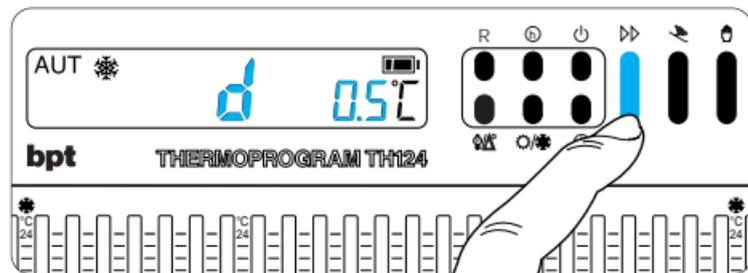

Fig. 14
4.2 - Premere il pulsante **⏪** (fig. 14) sino a che non si raggiunge il valore desiderato.